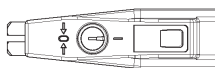

Fig. 1
7.4. El bloqueo de conexión¹⁰ del soldador inalámbrico¹ se desbloqueará girando con ayuda del destornillador¹¹ adjunto hasta llevar el enclavamiento¹⁰ a la posición "I" (véase Fig.1).